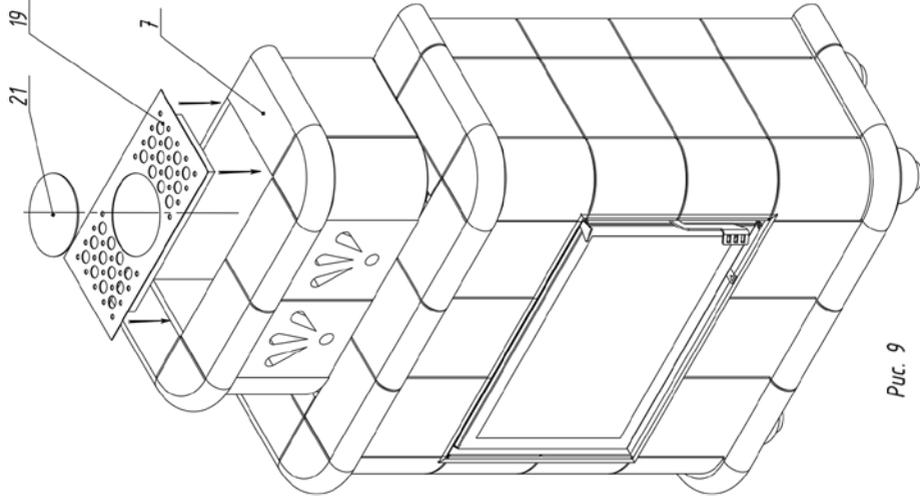

Рис. 9
11. Декоративная крышка 19 и заглушка крышки 21 устанавливаются на верхнюю панель 7 (Рис. 9)